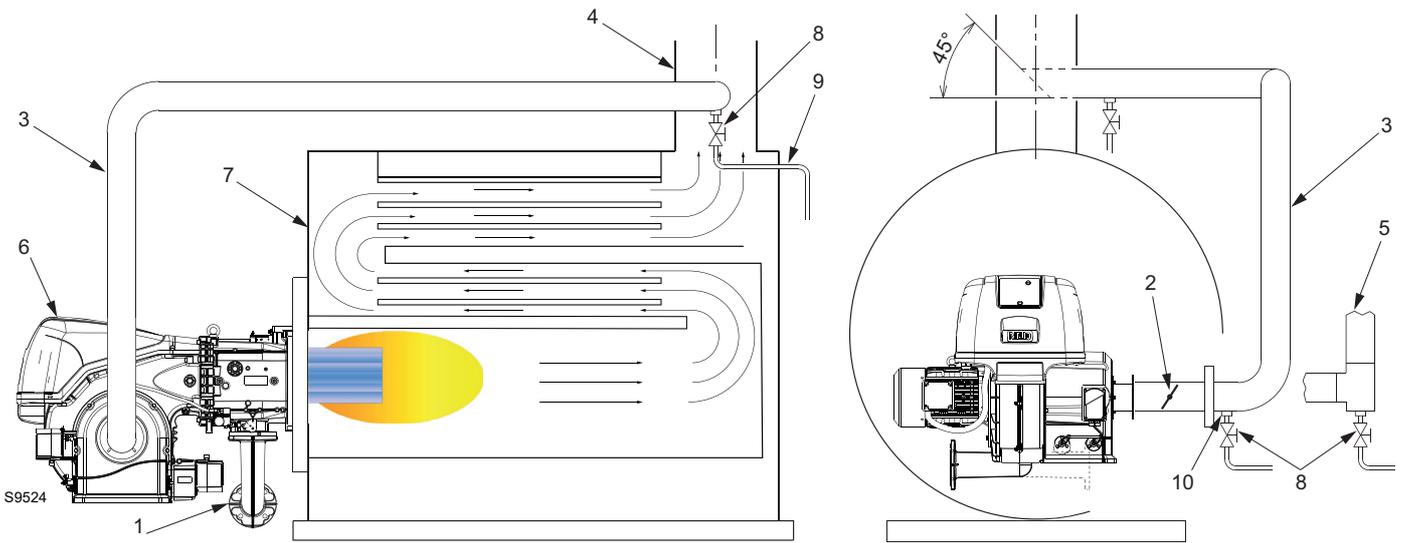

Abb. 18
- Normalerweise sollte die Rohrleitung, wie in Abb. 18 gezeigt, am Rauchabzug angeschlossen werden, sodass ein 45°-Winkel in Richtung des Rauchgasflusses gebildet wird, wobei sich die Mitte des Winkels in der Mitte des Rauchabzugs befindet.
Legende (Abb. 18)